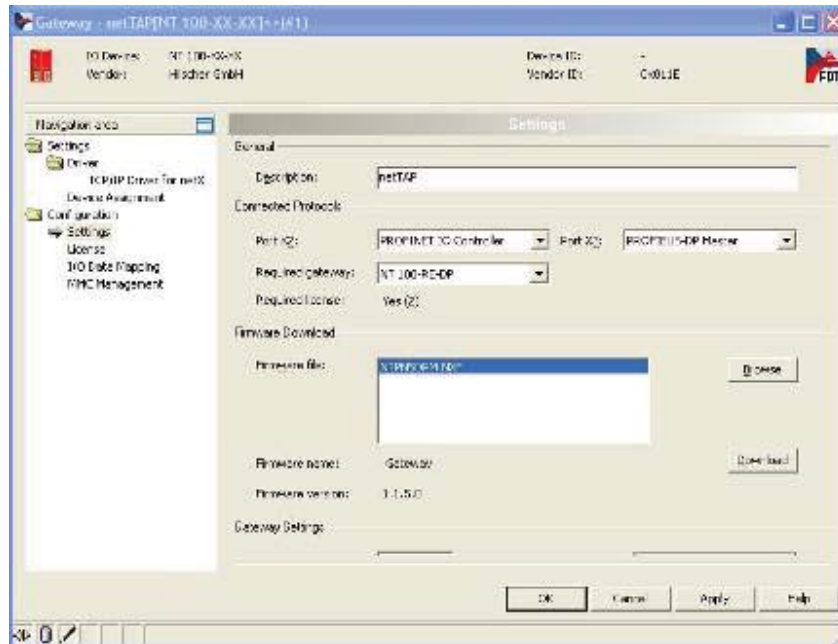

图 13
(13) 在“Setting”栏中，作如图 13 选择，X2 端口选择“PROFINET IO Controller”，X3 端口选择“PROFIBUS-DP Master”，在选择对应 Firmware 后，单击“Download”下载 Firmware：